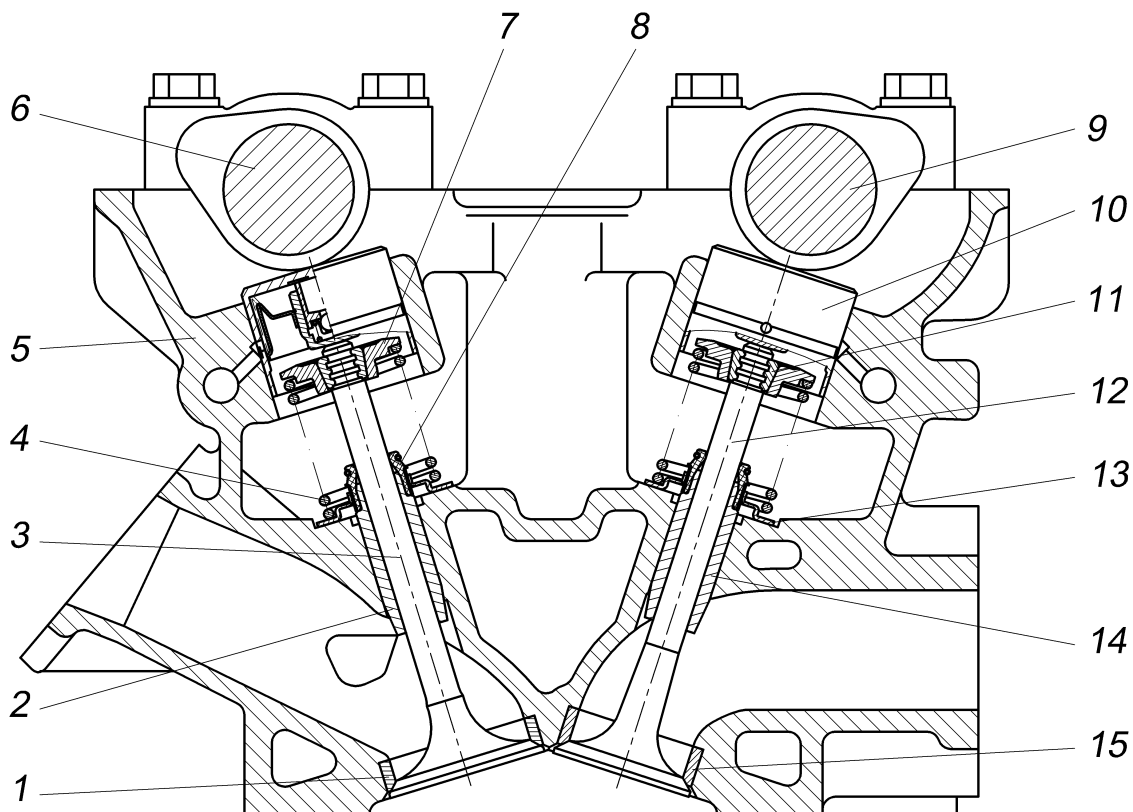

Рис.22. Привод клапанов:
**Привод клапанов** (рис.22) осуществляется двумя распределительными валами 6 и 9, расположенными в головке цилиндров 5. Кулачки распределительных валов действуют непосредственно на гидротолкатели 10, которые перемещаются в цилиндрических отверстиях головки цилиндров. Применение гидравлических толкателей в приводе клапанов исключает необходимость регулировки зазоров. В приводе применяется одна пружина на каждый клапан.